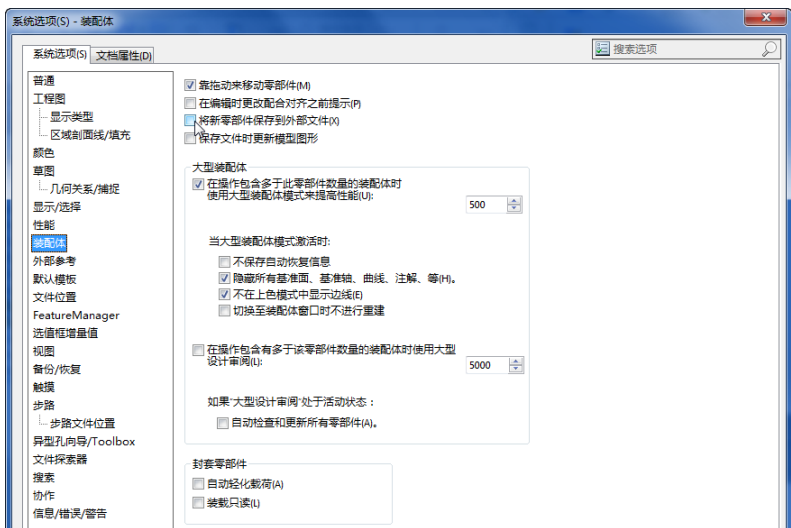

图 18-82 “系统选项-装配体”对话框
② 单击菜单栏中的“工具”→“选项”命令，打开“系统选项-普通”对话框，单击对话框左端的“装配体”，将显示如图 18-82 所示的“系统选项-装配体”对话框。
③ 在“系统选项-装配体”对话框中取消选取“将新零部件保存到外部文件”，单击“确定”按钮完成系统选项的设置。